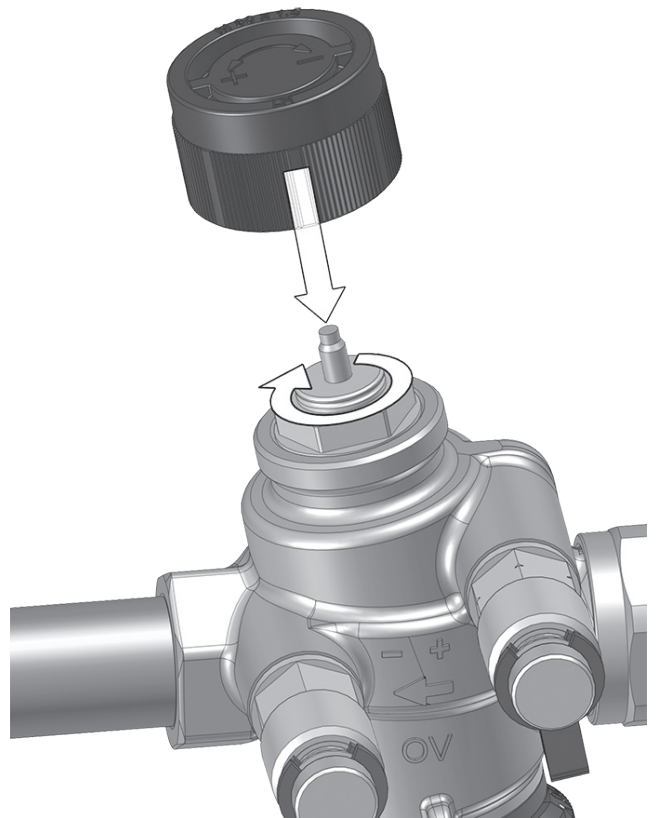

图 8： 关闭
- 1 例如，用建筑保护盖关闭阀门（参见 图 8）。
将随附的建筑保护盖拧到 M30 x 1.5 螺纹接口上（参见 图 8）。